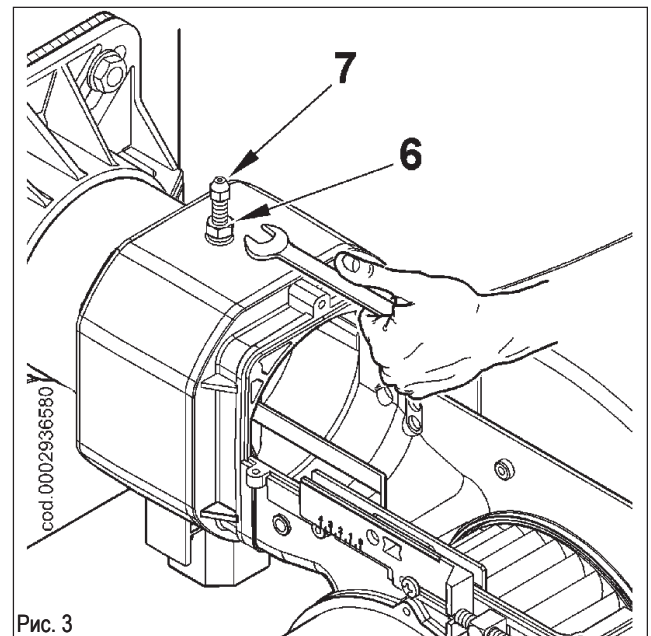

Рис. 3
- 3) После того, как была ослаблена гайка (6), снимите блокирующий винт (7) узла смещения (рисунок 3).